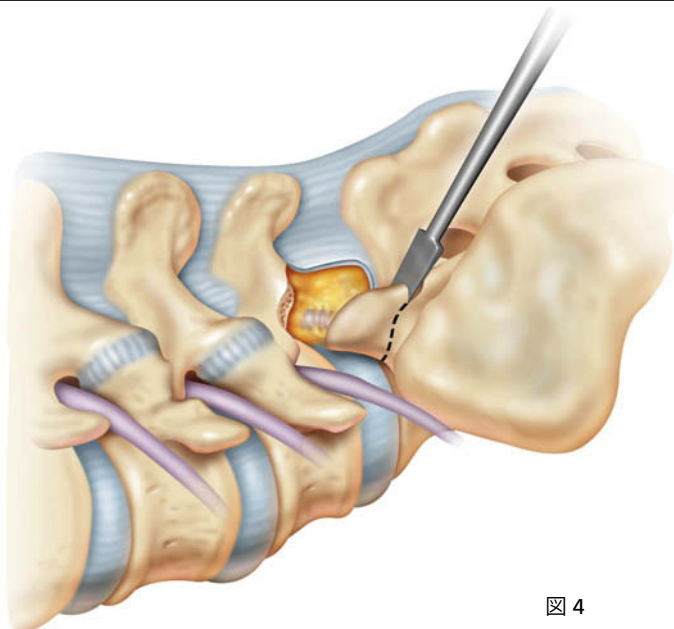

図 4
3. 横断する神経根を保護しながら、ストレートの骨ノミ、またはケリソン骨鉗子を用いてS1の上部関節突起を切除し、椎間孔を露出させてください(図4)。